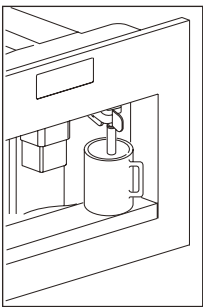

Fig. 12
- Placer une tasse sous le bec à eau chaude (Fig. 12). Si le bec à eau chaude n'est pas inséré l'appareil affiche INSÉRER LA BUSE D'EAU.